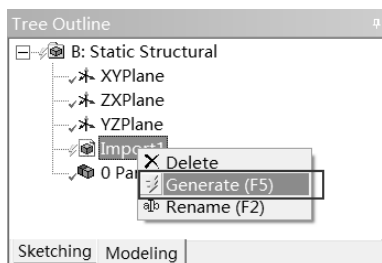
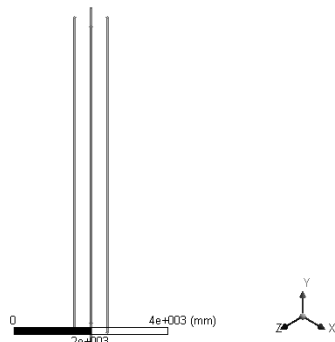

图 19-35 生成模型数据
图 19-36 四分裂导线模型
Step6：共享数据模型导入。在左侧的模型树 Tree Outline 中 Import1 上右击，在弹出的如图 19-35 所示的快捷菜单中选择 Generate 命令，四分裂导线模型被显示到 DesignModeler 绘图区域中，如图 19-36 所示，单击“保存”按钮并关闭 DesignModeler，回到 Workbench 主窗口。